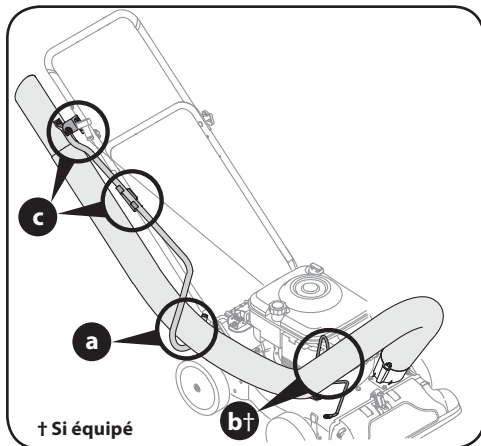

Figure 2-5
4. Placez le boyau dans l'extrémité courbée de la poignée du boyau située près de la trémie d'alimentation et dans le support du boyau. Voir (A) et (B) à la Figure 2-5.
5. Placez le boyau dans l'extrémité courbée de la poignée du boyau située près de la trémie d'alimentation et dans le support du boyau. Voir (a) et (b) à la Figure 2-5.